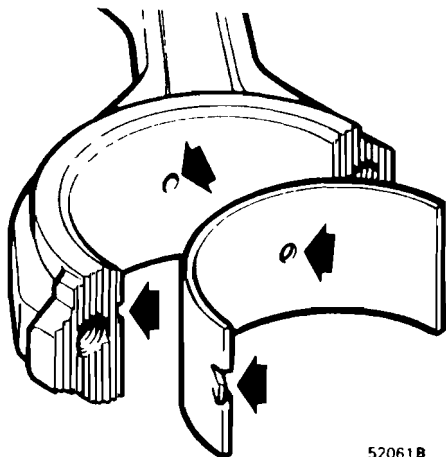

Fig. 155
- 6 Aceitar y colocar los nuevos casquillos en la biela y sombrerete. Controlar que los resaltes de guía de los casquillos se montan correctamente en las escotaduras de los alojamientos, véase fig. 155.